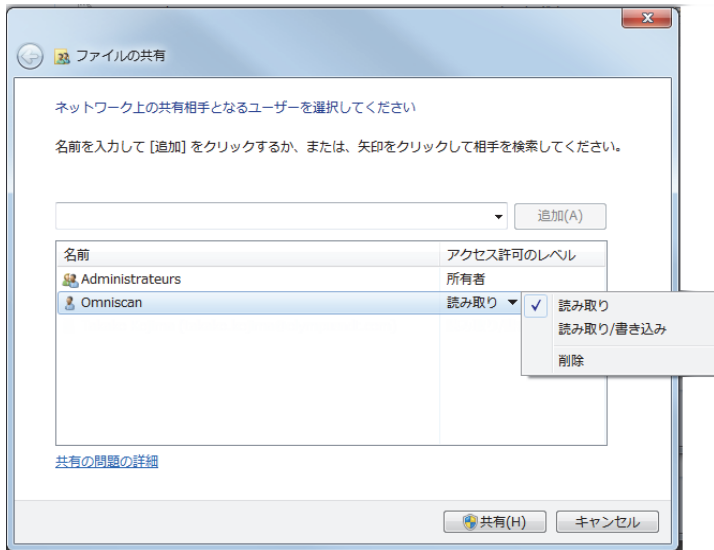

図 7-29 ファイル共有ダイアログボックスで許可を設定 (Windows 7)
6. **アクセス許可レベル**で、Omniscan の**変更 / 読取**を選択します (240 ページの図 7-29 参照)。